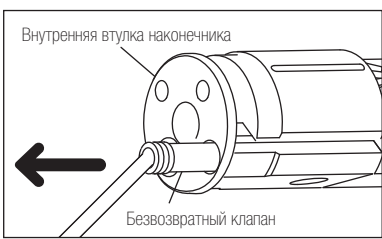

Рис. 11
- 2) Выдвините внутреннюю втулку, затем извлеките старый безвозвратный клапан с помощью тонкого инструмента (Рис.11).